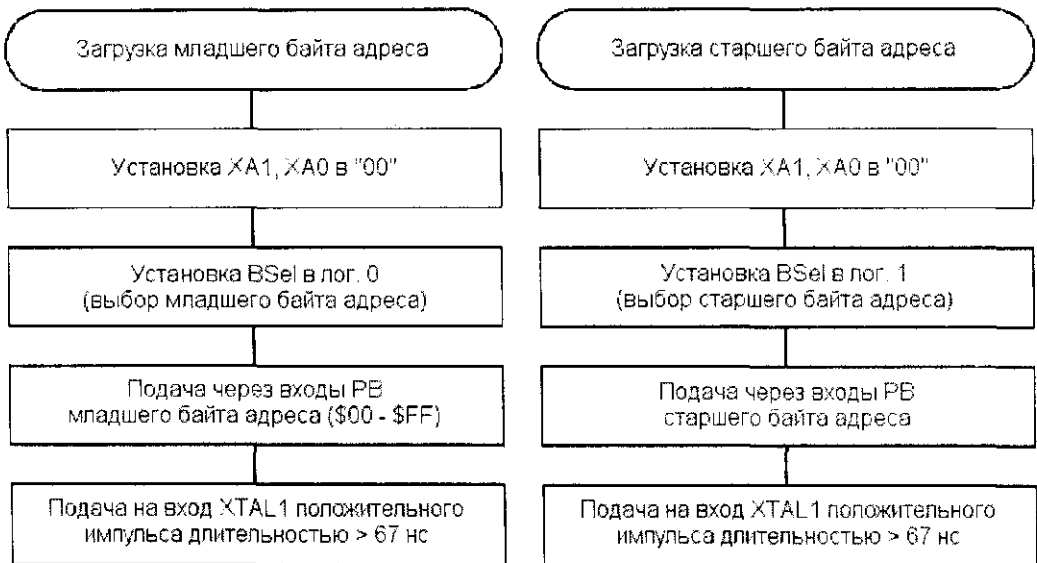

Рис. 11.7. Последовательность действий для загрузки старшего и младшего байтов адреса
2. Загрузить старший байт адреса в соответствии с рис. 11.7 (только в микроконтроллере AT90S8515).
3. Загрузить младший байт адреса в соответствии с рис. 11.7.
2. Загрузить младший байт адресов \$00 – \$02 в соответствии с рис. 11.7.